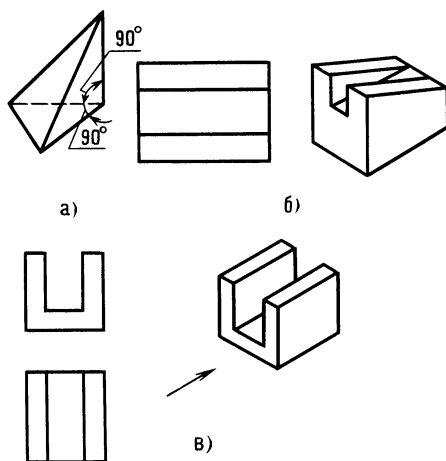

Рис. 22. К ответам задач 20, 22 и 23
20. См. рис. 22, а.
22. См. рис. 22, б.
23. См. рис. 22, в. Стрелка направлена на главный вид.